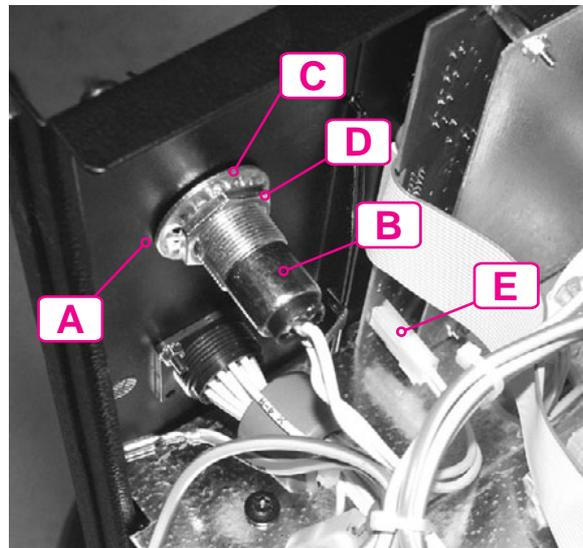

Abb. 3 Einbau / Verdrahtung
Die elektrische Erdung des Schlüsselschalters erfolgt direkt über das Gehäuse. Hierzu muß vor Montage des Schlüsselschalters die Pulverbeschichtung (Abb. 3, A) an der Blechrückseite entfernt werden.
- Schlüsselschalter (Abb. 3, B) mit Kabelbaum von Außen durch die Gehäuseöffnung einstecken.
- Fächerscheibe (Abb. 3, C) auf Schlüsselschalter aufchieben
- Schlüsselschalter mit zuvor gelöster Befestigungsmutter (Abb. 3, D) am Gehäuseblech verschrauben
- Drahtbrücke am Anschlußstecker der Platine T3.20 (Abb. 3, E) entfernen
- 2-poliger Anschlußstecker des Schalters auf der Platine T3.20 am Anschluß X2 (Abb. 3, E) aufstecken.